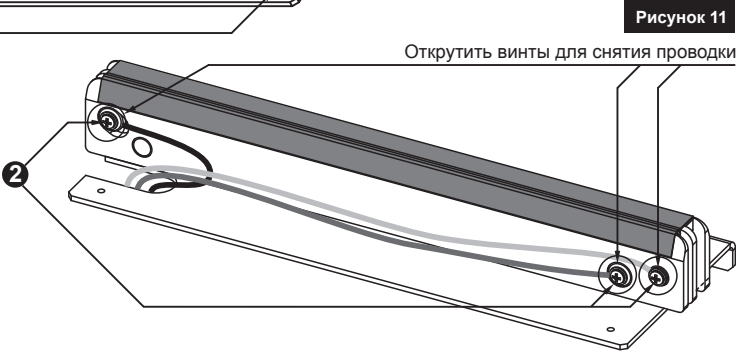

Рисунок 11
4. Отсоединить провода идущие к нагревательному элементу открутив винты **2** (см. Рис. 11).